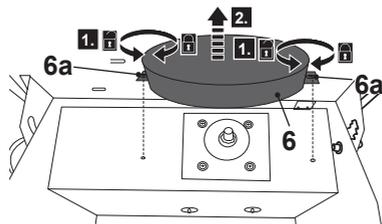

Fig. 4
1. Incline a máquina e solte os dois parafusos (6a) no sentido anti horário à esquerda e à direita da proteção da lâmina (inferior) (6). Remova a proteção da lâmina (inferior) (6) (Fig. 4).